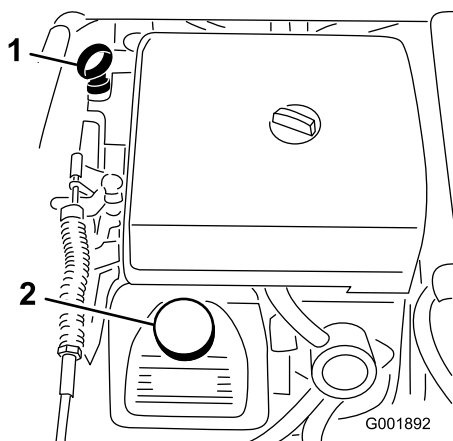

Figure 20
2. Retirez la jauge et essuyez-la sur un chiffon propre (Figure 20). Remettez la jauge dans le tube en vérifiant qu'elle est enfoncée au maximum. Sortez de nouveau la jauge et vérifiez le niveau d'huile.
3. Si le niveau d'huile est bas, retirez le bouchon de remplissage du couvercle de culasse (Figure 20) et ajoutez la quantité d'huile nécessaire pour amener le niveau au repère maximum sur la jauge. Reportez-vous à la section Entretien de l'huile moteur dans Entretien du moteur, page 42, pour connaître le type d'huile et la viscosité qui conviennent. Versez l'huile lentement et vérifiez souvent le niveau durant la procédure. Ne remplissez pas excessivement.